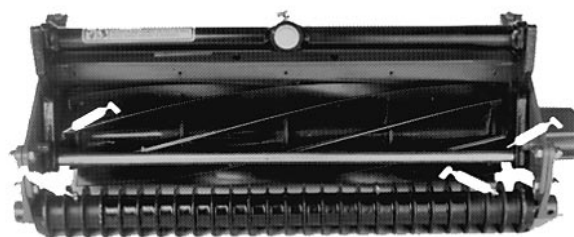

Fig. 8
Der findes seks (6) smørefittings på hver klippeenhed (Fig. 8, 9). Disse skal smøres med nr. 2 universalt lithiumfedt. Det anbefales, at man anvender en håndbetjent fedtsprøjte for at få det bedste resultat.